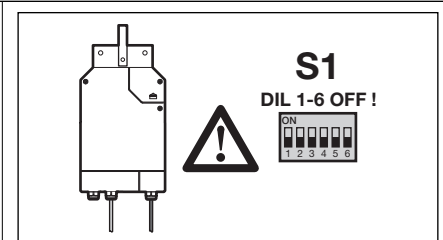

Abb. 6-1: DIL-Schalter „Integrierte Steuerung“
3. Im Antrieb (Integrierte Steuerung) müssen alle DIL-Schalter **S1** auf **OFF**-Position stehen (siehe Abb. 6-1).